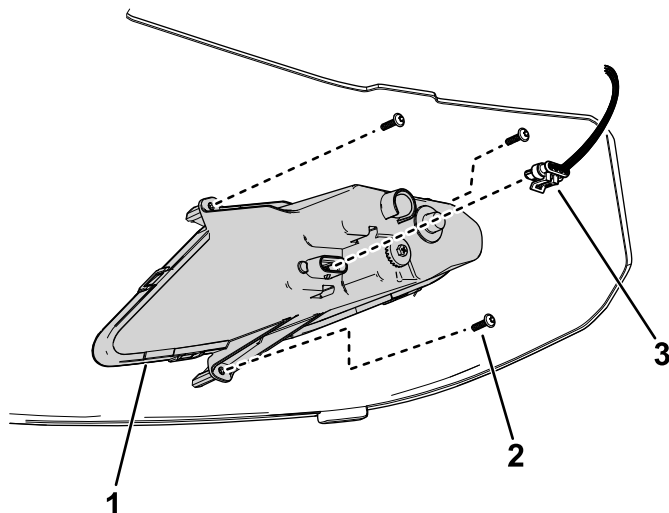

Figura 37
3. Desconecte el conector del arnés de cables del conector del faro (Figura 37).
6. Conecte el conector del arnés de cables al conector del faro (Figura 37).